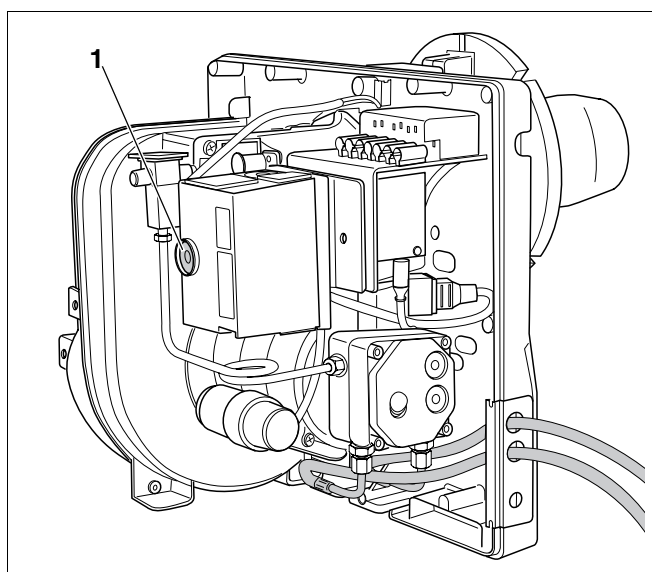

Fig. 10 Botão de rearme e lâmpada de aviso
- O ar do sistema deve ser purgado através da bomba de gasóleo e não premindo repetidamente o botão de rearme (Fig. 10, **Item 1**).
- Prima o botão de rearme (Fig. 10, **Item 1**, Página 16).
- Depois de esperar aprox. 50 segundos prima o botão de rearme (Fig. 10, **Item 1**, Página 20) para destravar o dispositivo automático de comando de combustão de gásóleo.